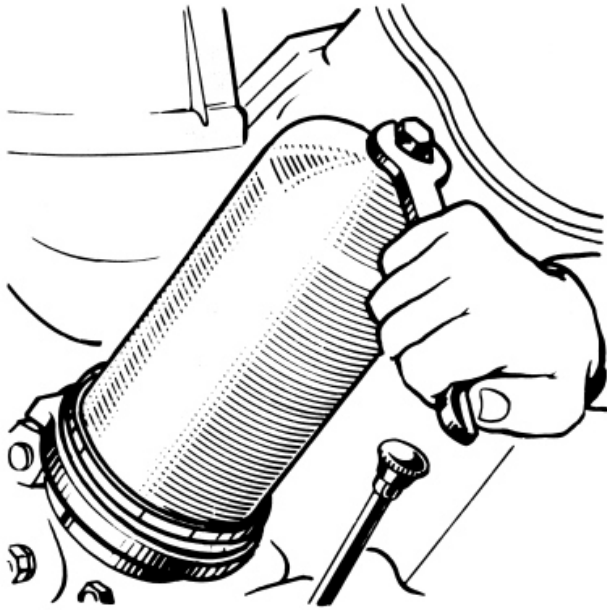

Рис. 12 Отвертывание колпак фильтра
1. Отвернуть на 3 – 4 оборота колпак фильтра и слить масло через канал корпуса в подставленную тару. Для отвертывания колпака можно пользоваться ключом, как показано на рис. 12.
Привод водяного насоса осуществляется клиновым ремнем, а генератора поликлиновым ремнем, от надежной работы которых зависит нормальная работа этих агрегатов. Поэтому при повседневном уходе за двигателями необходимо предохранять ремни от попадания масла и охлаждающей жидкости, контролировать их натяжение и регулировать его. Особенно тщательно проверять натяжение ремней в течение первых 50 часов работы двигателя, так как в это время происходит их наибольшая вытяжка. Натяжение ремней должно быть всегда нормальным, поскольку как излишнее, так и недостаточное натяжение приводит к преждевременному выходу их из строя. Кроме того, чрезмерное натяжение ремня привода может послужить причиной разрушения подшипников приводного агрегата. Нормально натянутый ремень привода водяного насоса при нажатии на середину длинной ветви с усилием 40 Н (4 кгс) прогибается на 10...15 мм (рис. 12). Если ремень прогибается больше или меньше указанного, отрегулировать его натяжение.